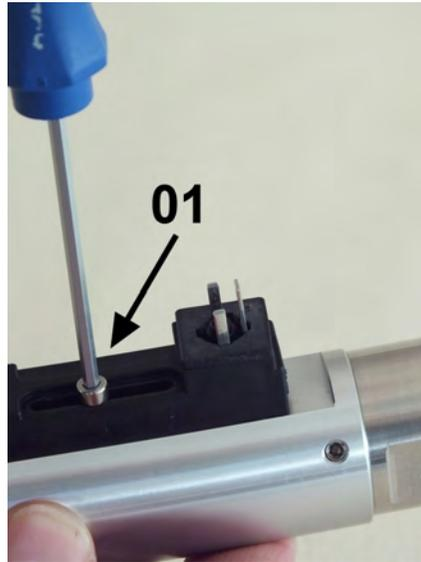

Abb. 54: Feststellschraube lösen
- 3.** ➤ Feststellschraube (Abb. 54/01) des Schaltkontaktes mit einem Sechskant-Schraubendreher herausdrehen und entfernen
7. ▶ Feststellschraube (Abb. 54/01) einführen und leicht anziehen damit sich der Schaltkontakt noch leicht verschieben lässt
9. ▶ Feststellschraube (Abb. 54/1) wieder festdrehen, dabei Schrauben-Anziehdrehmoment einhalten (↪ Kapitel 11.1 „Anziehdrehmomente“ auf Seite 75)